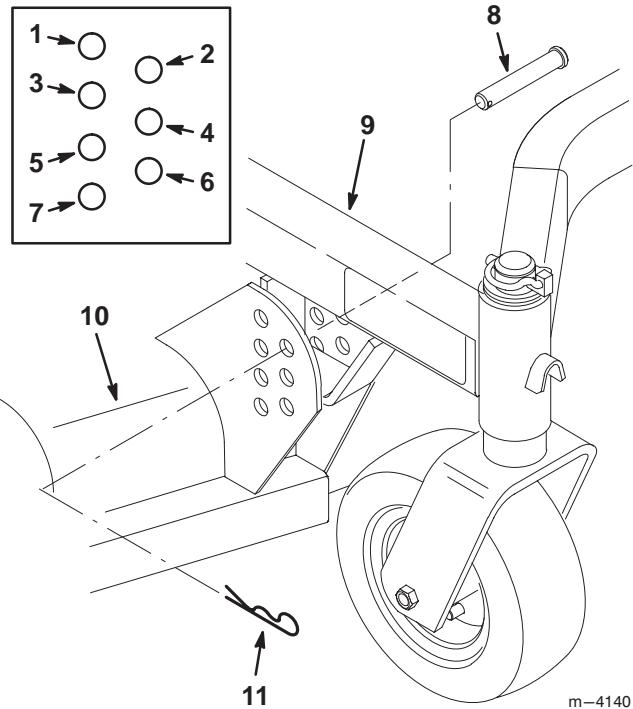

Figure 6
2. Montez le plateau de coupe sur le bâti porteur à l'aide de quatre (4) axes de chape et goupilles fendues (Fig. 6).